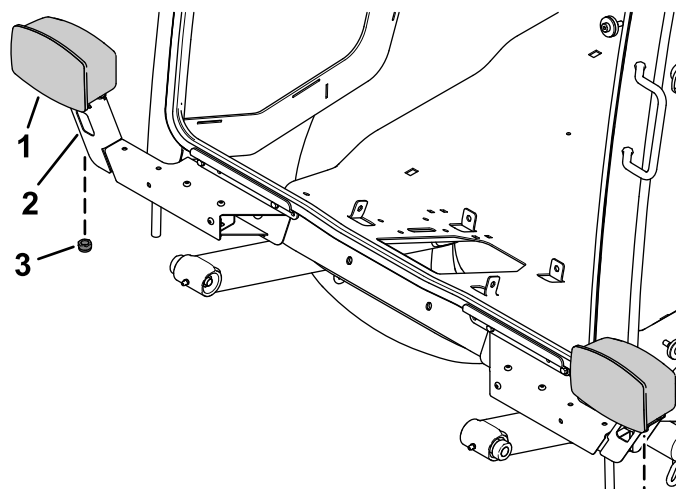

Figura 16
- Fixai ansamblul luminii din stânga i ansamblul luminii din dreapta pe suportul luminii din stânga i pe suportul luminii din dreapta folosind piuliia hexagonală de pe ansamblurile de lumini (Figura 16).